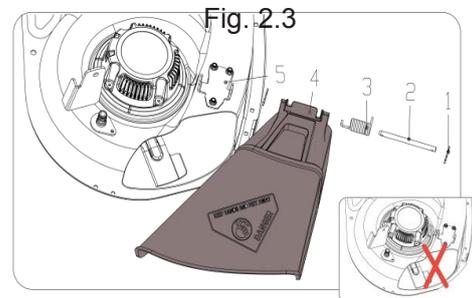

Fig. 2.4
- Insérez la goupille élastique (1) dans l'extrémité droite de la goupille (2) ;
- Insérez dans l'ordre l'axe de la goupille (2) dans le déflecteur latéral (4), le support (5) et le ressort de torsion (3), puis le loquet élastique (1) à l'autre extrémité. Voir Figure 2.4